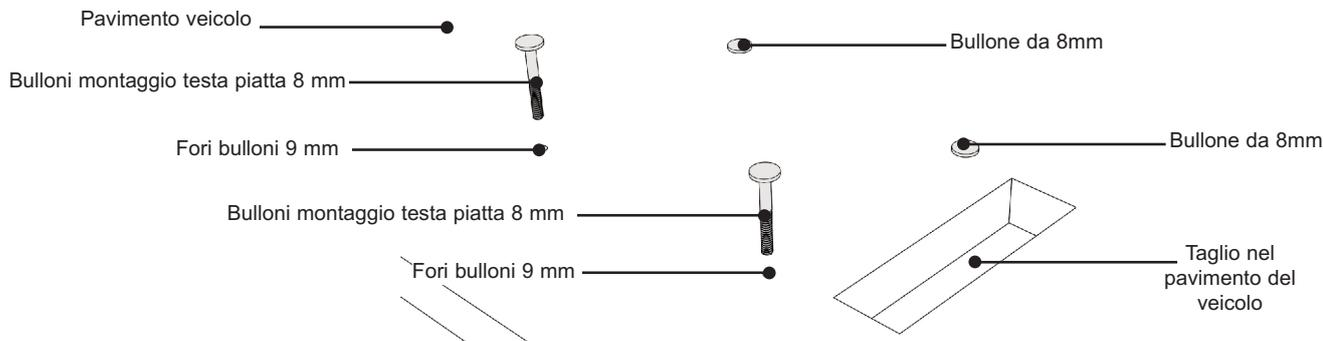

Fig. 10 Applicazione bulloni di montaggio
- i. Inserire i bulloni di montaggio a testa piatta da 8mm (non forniti) nei fori da 9mm sul pavimento dall'interno (vedere la Fig 10).